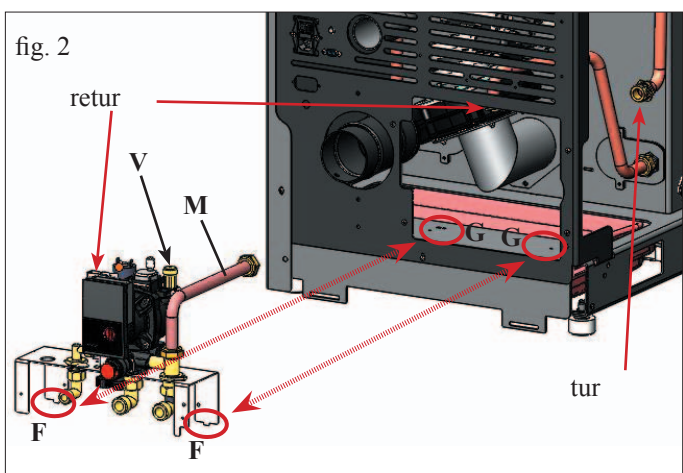

fig. 2
Conectați țeava de tur a cazanului cu țeava de tur (M) a kit-ului hidraulic, interpunând garnitura 3/4" din dotare și înșurubându-le cu grijă (fig. 2).
Conectați tubul flexibil al vasului de expansiune la racordul „V” al kit-ului hidraulic (vezi fig. 2).
Introduceți țeava de retur a cazanului în inelul O și cuplați-o la conexiunea de pe corpul pompei de circulație existente pe kit, fixând-o cu clema corespunzătoare (fig. 2).